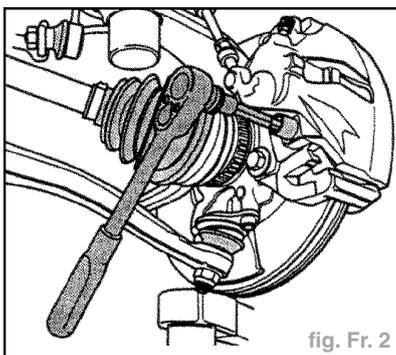

fig. Fr. 2
- Dévisser les deux pivots de guidage de l'étrier de frein et les retirer (fig. Fr. 2).